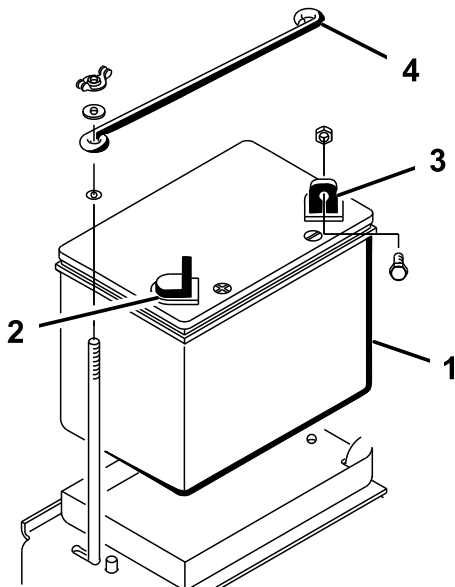

Bild 5
1. Setzen Sie die Batterie in das Fach hinter dem rechten Rad, wobei der Minuspol zur Rückseite der Maschine zeigen muss (Bild 5).